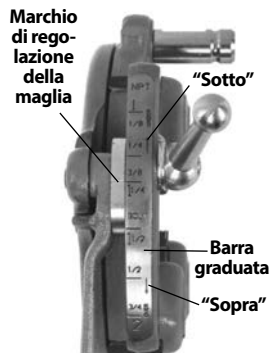

Figura 9 - Regolazione della dimensione della filettatura
3. Cominciare con il marchio di regolazione della maglia allineato con il marchio della dimensione desiderata sulla barra graduata. Sulle teste portapettini Mono e a Bullone, impostare il marchio della maglia sulla linea nella barra graduata. Per le filettature di bulloni con testa portapettini Universale, impostare tutti i pettini del bullone sulla linea **BULLONE** nella barra graduata (Figura 9).